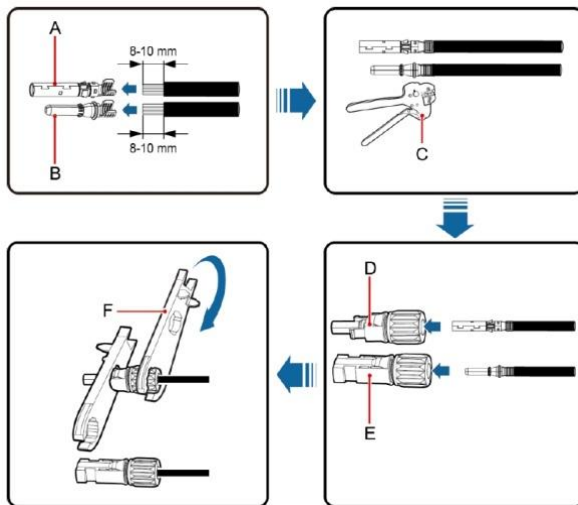

Abb. 5.2 MC4 DC-Steckverbinder am PV-Strang anschließen
(1) Schließen Sie die Ausgangskabel der Solarmodule am DC-Anschluss an, wie in Abb. 5.2 gezeigt.